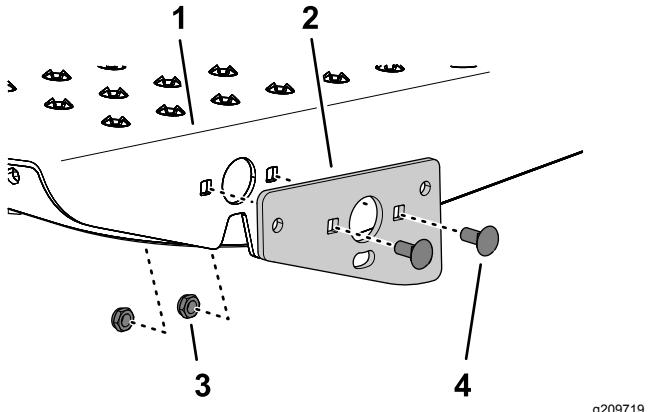

Bild 5
1. Befestigen Sie die Schwenkhalterung mit zwei Schlossschrauben ($5/16" \times 3/4"$) und zwei Sicherungsmuttern ($5/16"$) an der Fußplattform, wie in Bild 5 abgebildet.